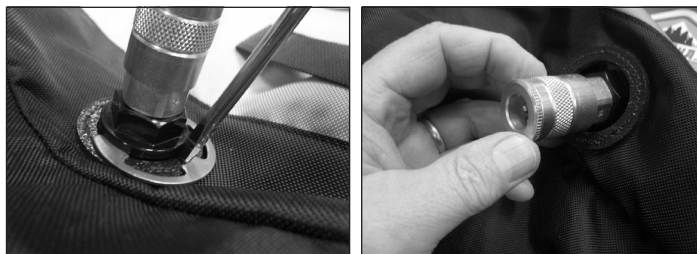

Figure 3.
3. À l'aide d'un tournevis à lame plate, forcer l'anneau de retenue à l'extérieur de la rainure du raccord de sortie de la doublure et pousser le raccord rapide et la doublure à l'intérieur du sac à dos. (Voir la Figure 3.)